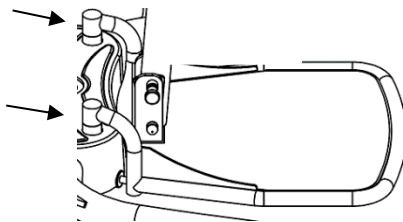

Fig. 1.6D
3. Coloque el reposapiés en los orificios correspondientes de la base (Fig. 1.6D)